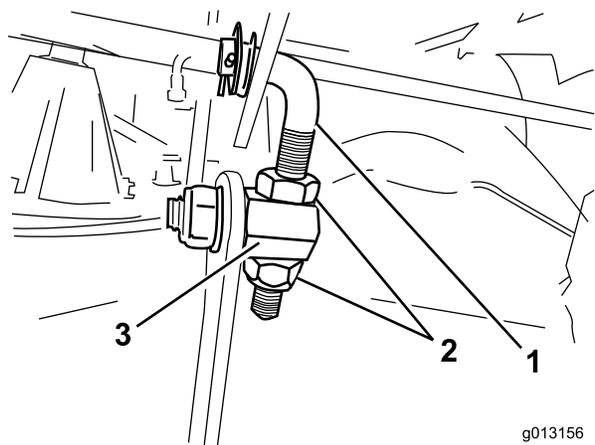
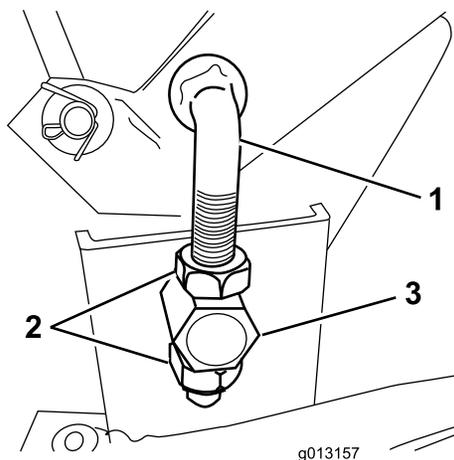

Figura 46
Figura 47
3. Allentate i dadi dei tiranti regolabili anteriori e posteriori (situati sul lato destro del tosaerba) in modo che possano muoversi liberamente attraverso i barilotti (Figura 46 e Figura 47).